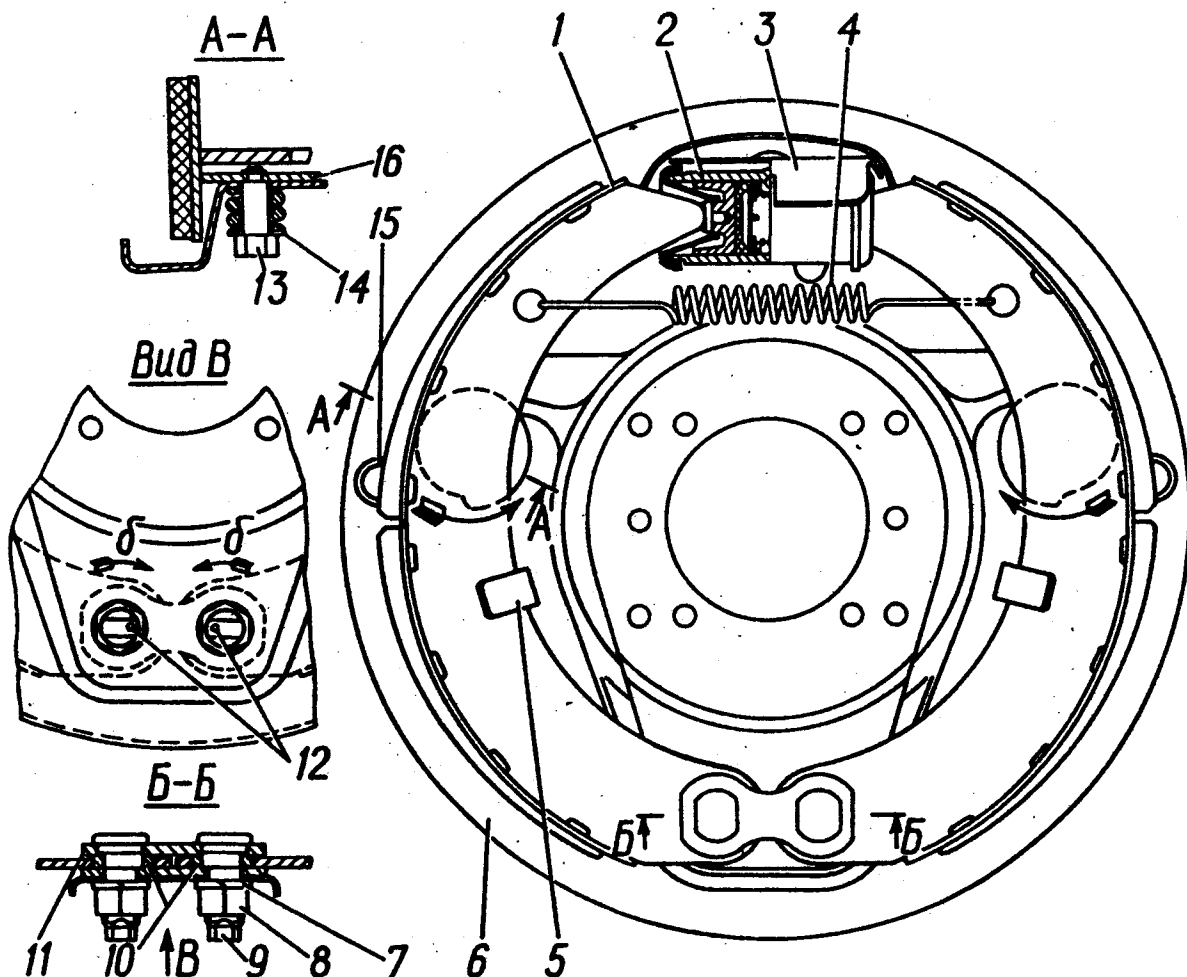

Рис. 81. Колесный тормозной механизм:
Тормозные механизмы передних и задних колес одинаковы по конструкции и отличаются размерностью ряда входящих деталей. Тормозные механизмы передних колес имеют цилиндры с поршнями диаметром 35 мм, и накладки шириной 80 мм. Тормозные механизмы задних колес имеют цилиндры с поршнями диаметром 38 мм и накладки шириной 100 мм, а также дополнительно детали привода стояночной тормозной системы. Устройство колесного тормозного механизма показано на рис. 81.
При правильной установке колодок, когда фрикционные накладки и тормозной барабан не изношены, метки 12 должны быть обращены одна к другой, как показано на рис. 81 или с отклонением от этого положения в пределах  $40^\circ$ .
По мере износа фрикционных накладок колодок тормозных механизмов зазоры между фрикционными накладками и тормозными барабанами увеличиваются, и педаль тормоза при торможении находится близко от пола кабины. Текущая регулировка тормозных механизмов восстанавливает первоначальные зазоры между фрикционными накладками колодок и тормозными барабанами, компенсируя износ накладок. Регулировка осуществляется эксцентриками 16 (см. рис. 81) при вращении колеса рукой.
- вывесить колесо при помощи домкрата. Вращая колесо, слегка поворачивать эксцентрик 16 (рис. 81) колодки в направлении стрелок, пока колодка не затормозит колесо;
- слегка отвернуть гайки 8 (см. рис. 81) опорных пальцев и установить эксцентрики пальцев 9 колодок в начальное положение (метками 12 внутрь);